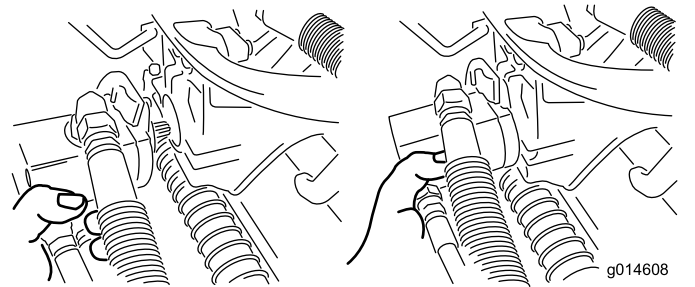

Figure 50
- Transférez le moteur à la position de rangement sur l'avant du bras de suspension (Figure 50).